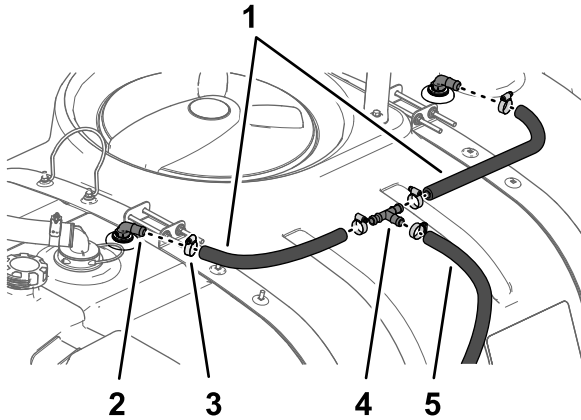

Figure 27
1. Branchez les 2 flexibles (1,9 x 61 cm) et montez les 2 colliers sur le raccord à 90° des buses de rinçage, puis serrez les colliers à la main (Figure 27).
2. Avec 2 colliers légèrement serrés, branchez l'autre extrémité des flexibles (1,9 x 61 cm) au raccord en T, comme montré à la Figure 27.
3. Branchez les flexibles (1,9 x 180 cm) au raccord en T avec un collier (Figure 27).
1. Branchez le flexible (43,3 cm) situé au bas du réservoir de rinçage au raccord droit cannelé intérieur de la pompe du réservoir de rinçage avec un collier serré à la main (Figure 27).